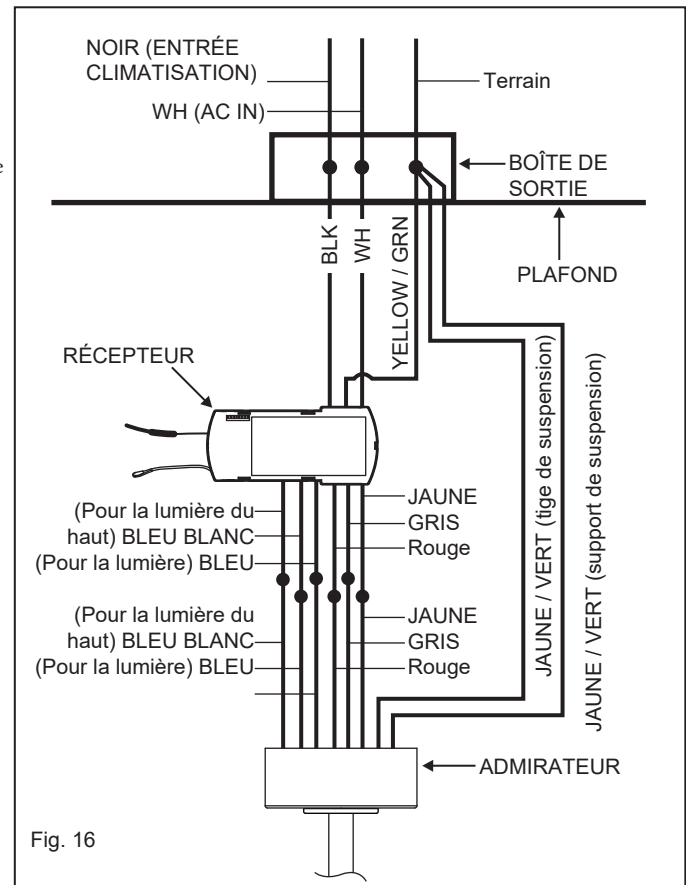

Fig. 16
2. Realice las conexiones de los cables del ventilador a la unidad receptora. Para este paso, utilice el paquete de 6 cables del receptor. (Fig. 16)